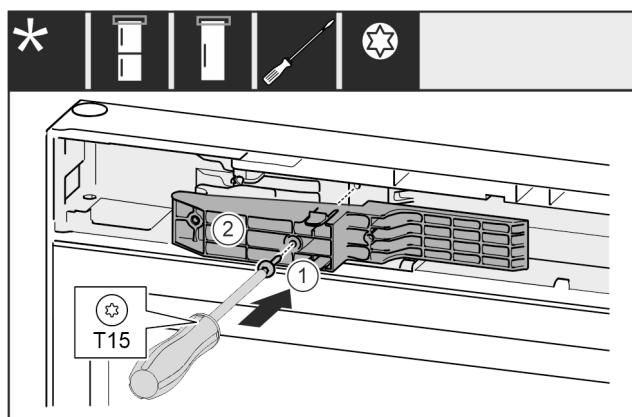

Fig. 70 *
- Inserire l'adattatore Fig. 70 (1) nel vano sul lato della maniglia.*
- Stringere la vite Fig. 70 (2) con un cacciavite.*